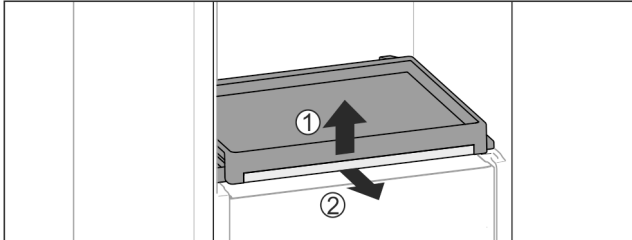

Fig. 111
- ▶ Выньте выдвигающую панель со стеклянной панелью: Слегка приподнимите спереди стеклянную полку Fig. 111 (1) и потяните вперед Fig. 111 (2).